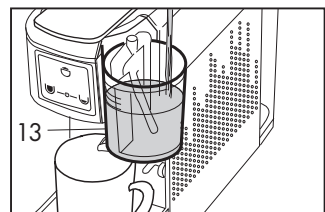

Abb. 13
- Nehmen Sie den Deckel des Milchbechers (13) ab und füllen Sie ihn mit Milch auf. Überschreiten Sie dabei nicht die Füllstandmarkierung (wir empfehlen eine Menge von 90 cc Milch). (**Abb. 13**)
- Schließen Sie den Milchbecher (13) mit dem Deckel. Wenn der Deckel nicht geschlossen wird, kann das Gerät nicht funktionieren.